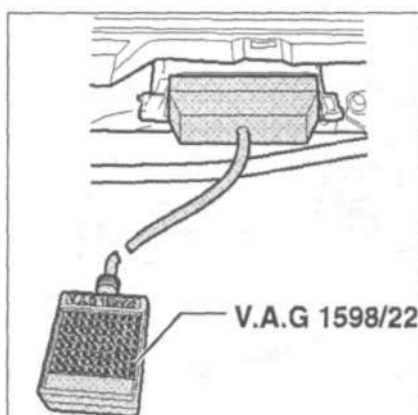

Рис. 7.38. Присоедините тестер V.A.G 1598/22 к жгуту проводов блока управления двигателем.
- присоедините тестер V.A.G 1598/22 к жгуту проводов блока управления двигателем (рис. 7.38);